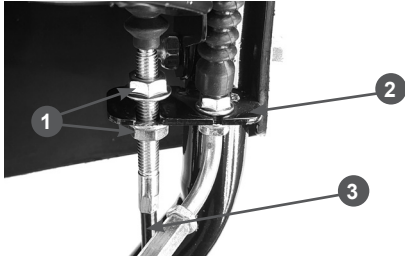
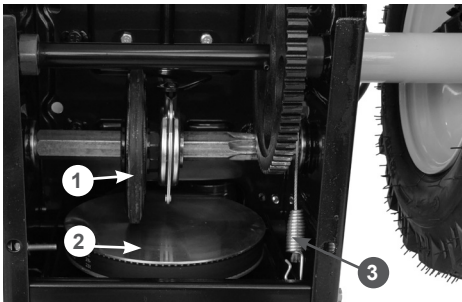

Рис. 10 Крепление оболочки троса включения хода
Рис. 11 Регулировка троса включения хода
- закрепите оболочку троса в кронштейне на задней стороне панели, как показано на Рис. 10, и закрутите гайки, не затягивая их.
- нажмите рычаг включения хода. При полностью нажатом рычаге включения хода пружина 3 должна быть растянута на 0,5 - 1 см (Рис. 11).
- отпустите рычаг включения хода. Между резиновым фрикционным колесом 1 и ведущим диском 2 должен быть зазор не менее 1 мм (Рис. 11); При необходимости, отрегулируйте трос с помощью гаек 1 (Рис. 10). После регулировки затяните гайки;